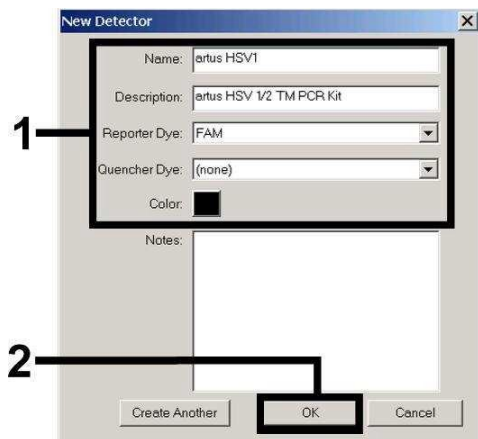
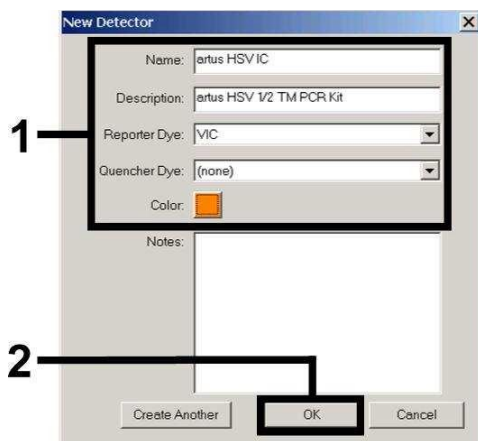
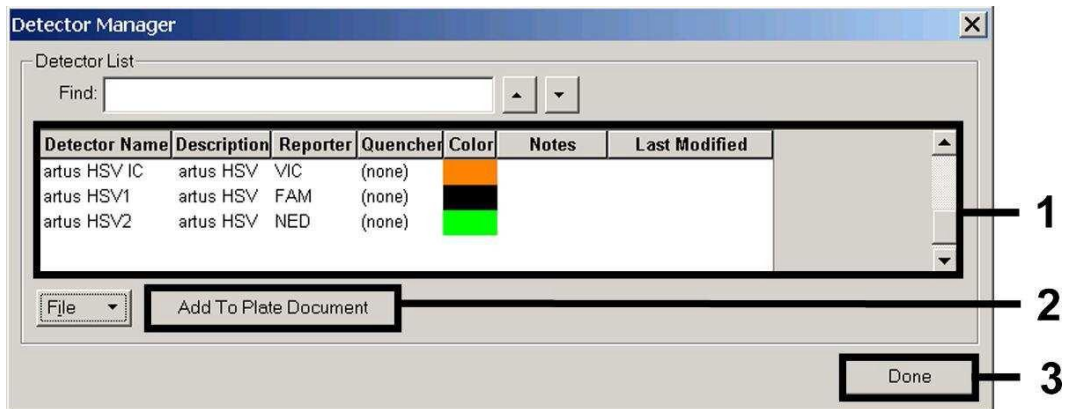

Fig. 4 : Création du détecteur spécifique à l'HSV1 (*DetectorManager*).
Fig. 6 : Création du détecteur spécifique au Contrôle interne (*DetectorManager*) pour HSV1/HSV2.
Fig. 7 : Sélection des détecteurs (*Detector Manager*).
Dans la fenêtre apparaissant à présent, choisir (conformément aux Fig. 4 - Fig. 6) la combinaison rapporteur/quencher **FAM/none** ou **NED/none** pour détecter l'ADN du HSV1 ou HSV2 respectivement. Pour détecter le *Contrôle interne*, sélectionner la combinaison **VIC/none**. En confirmant la saisie (OK), un retour est effectué au *Detector Manager*. Sélectionner les détecteurs venant d'être créés et transférer chaque sélection vers *Well Inspector*, en cliquant sur l'option *Add to Plate Document* (voir Fig. 7). Fermer la fenêtre (*Done*).